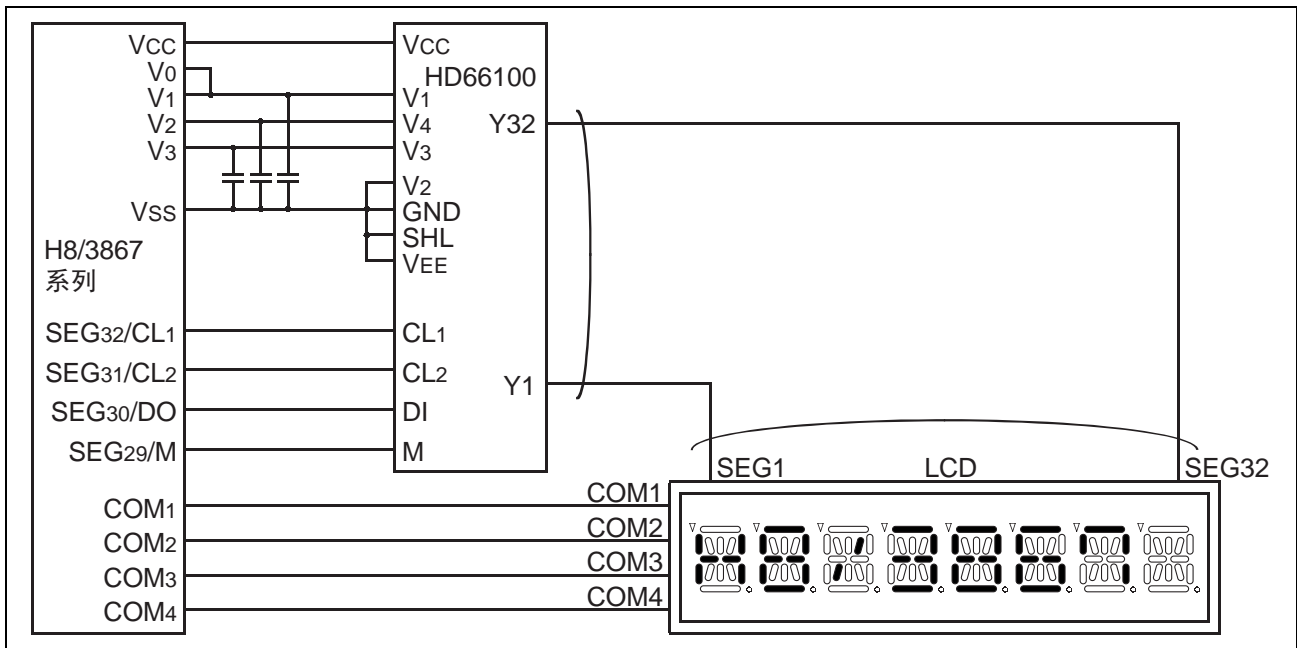

图 1 段外部扩展的 HD66100、LCD 的连接例和液晶显示例
- (1) 使用 H8/3867 系列的段型 LCD 控制电路、LCD 驱动器以及电源电路进行 LCD 显示。
- (2) 将 HD66100 连接到 H8/3867 系列进行段外部扩展，进行 LCD 显示。
- (3) 占空比为 1/4 占空，进行 8 位 16 段 LCD 显示。
- (4) LCD 驱动电源使用 VCC。
- (5) 本例子的液晶模块、HD66100 的连接例和液晶显示例如图 1 所示。